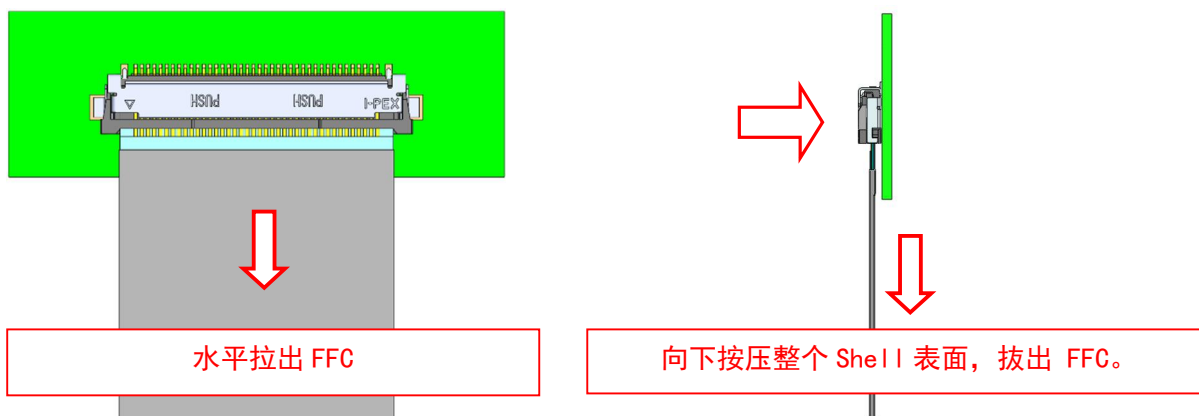

图. 4-2 FFC 拔出方法 2
② 如图 4-2 所示，向下按压整个 Shell 表面的同时，从接口将 FFC 水平拉出。